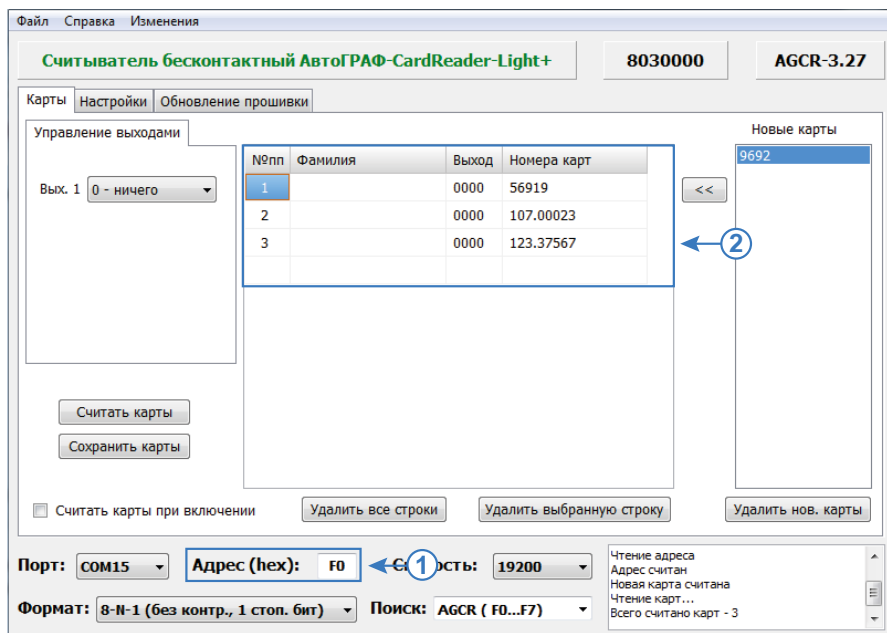

Рис.9. Формирование списка карт для отправки через сервер.
- в поле «Адрес (hex)» в нижней части окна программы введите сетевой адрес считывателя на шине RS-485, которому нужно передать файл (Рис.9, п.1). Стандартные адреса считывателей «АвтоГРАФ-CardReader-Light+» – F0-F7;
- в программе «AGPConf» сформируйте нужный список карт (Рис.9, п.2);